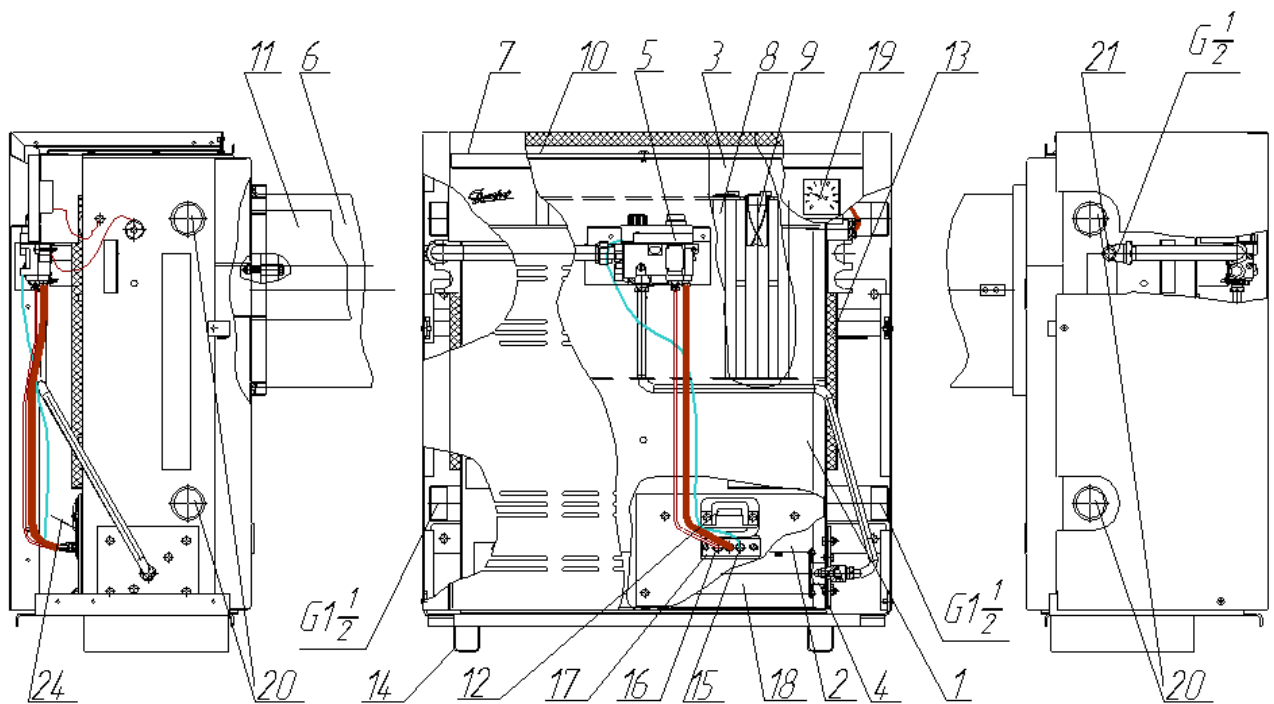

Рисунок 3.
Газовая автоматика «HONEYWELL» (Рис.3) состоит из газового клапана V5475 -поз.5 с терморегулятором-2 и пьезозажигалкой -1 (Рис.3а); запальной горелки-17 с термопарой-16 и электродом-15.
Рисунок 3а.
7.8.1. При применении автоматики «HONEYWELL V5475» (Рис.3):
- убедитесь, что котел выключен – указатель ручки 1 (Рис.3а) совмещен с точкой белого цвета на панели, а ручка 2 повернута по часовой стрелке до упора;